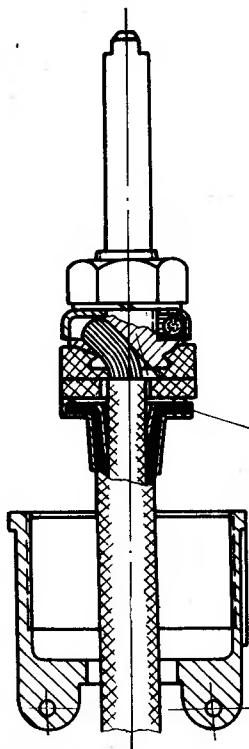

Рис. 12. Заделка из низковольтных проводов в штекерные разъемы:
4. Заделку экранирующей оплетки в штепсельные разъемы проводов производите, как указано на рис. 12.